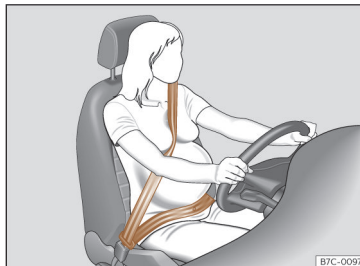

Abb. 22 Gurtbandverlauf bei schwangeren Frauen.
Bei **schwangeren Frauen** muss der Sicherheitsgurt gleichmäßig über die Brust und möglichst tief vor dem Becken verlaufen sowie flach anliegen, damit kein Druck auf den Unterleib ausgeübt wird - und das während der gesamten Schwangerschaft»» **Abb. 22**. »
- Bei schwangeren Frauen muss das Beckengurteil des Sicherheitsgurtes möglichst tief vor dem Becken verlaufen und um den Bauch herum „flach anliegen“ >>> **Abb. 22**.